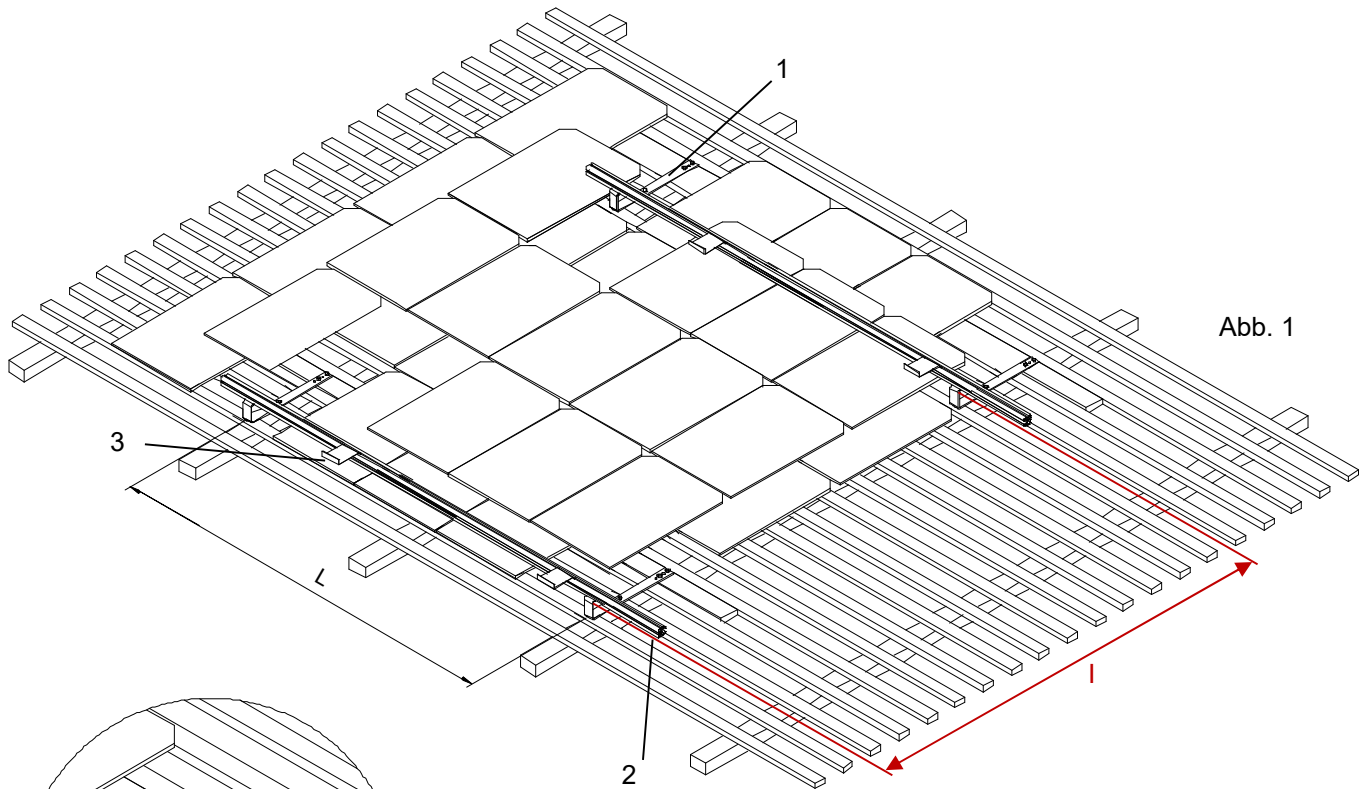
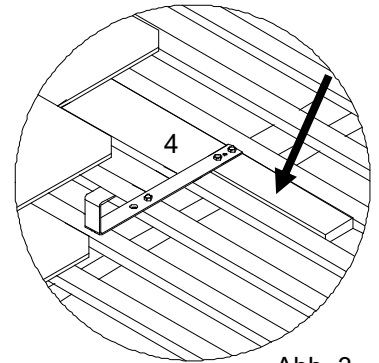

Abb. 1
Abb. 3
I (mm) → siehe Abb. 1	min. 1600 mm / max. 1850 mm
I (mm) → siehe Abb. 1	min. 815 mm / max. 930 mm
I (mm) → siehe Abb. 1	min. 815 mm / max. 1048 mm
2. Alle Dachhaken (1) sind nach empfohlenem Raster gemäß obiger Tabelle (Abstand L und I, siehe Abb. 1) zu montieren. Um die Höhe der vorhandenen Dachlatten auszugleichen, müssen ggf. zusätzliche Dachlatten eingezogen werden (siehe Pfeil, Abb.3).
3. Der Abstand zwischen Kollektoren und Dach soll so gering als möglich gehalten werden. Mittels Tellerkopf-Holzbauschrauben (4) werden die Haken an den Sparren befestigt (siehe Abb. 3).